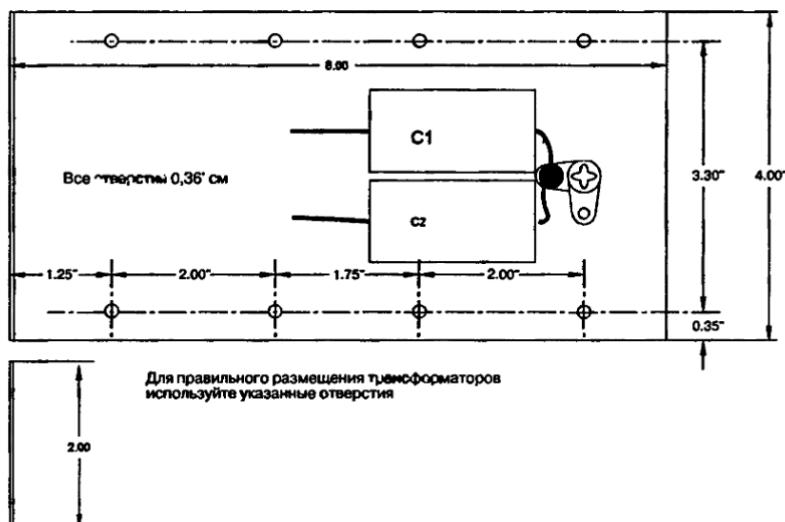
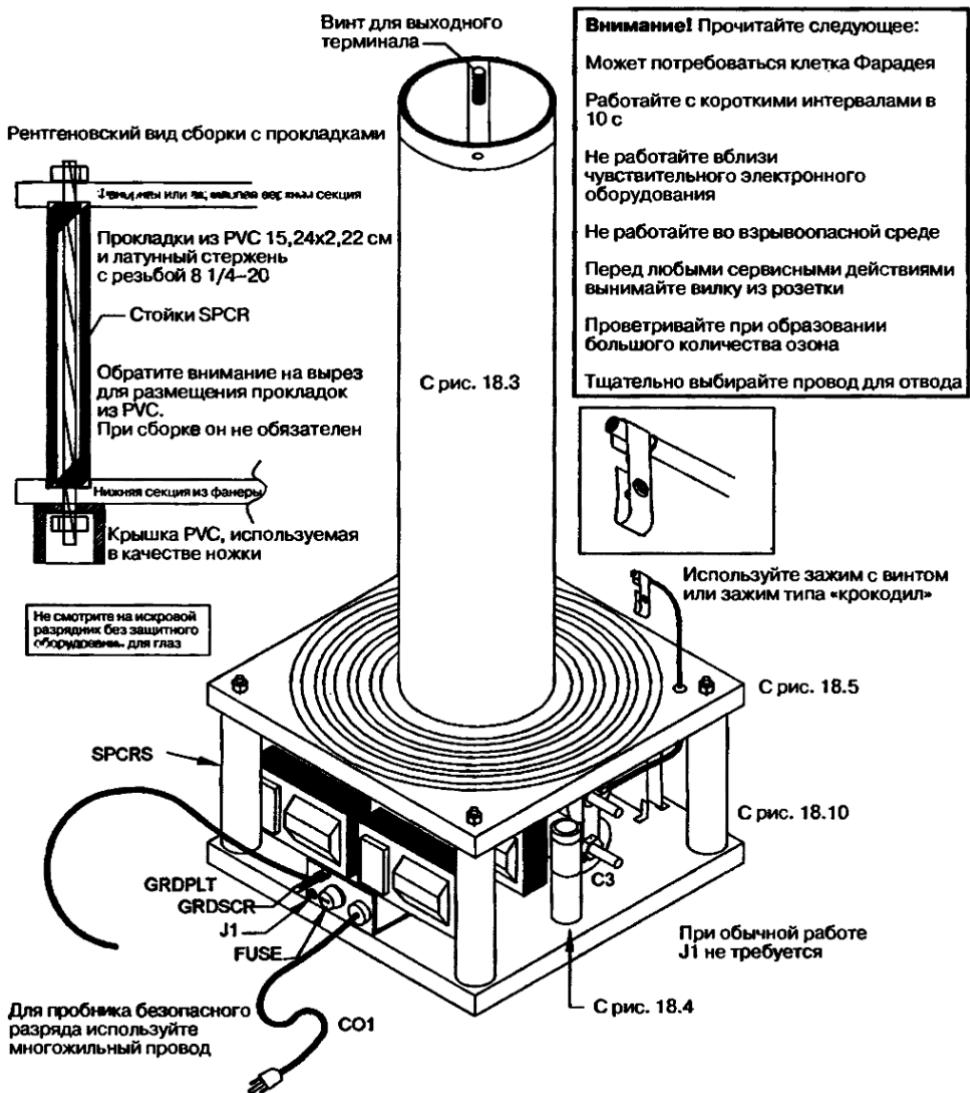

Рис. 18.9. Изготовление BTCFABM и сборка платы заземления GRDPLT
Рис. 18.11. Вид устройства после окончательной сборки в изометрии
7. Изготовьте металлические детали, обозначенные GRDPLT (рис. 18.9). Обратите внимание на отверстия для установки T1, T2, T3 и T4.
9. Присоедините детали к скобе GRDPLT (см. рис. 18.9). Обратите внимание на держатель плавкого предохранителя, снятие напряжения с провода, винт заземления GRDSCR и гнездо наблюдения тока, как показано на рис. 18.11. Их расположение не критично, но должно обеспечить достаточное расстояние между точками соединения.
Используйте оставшиеся 120 см провода #14 для изготовления пробника разряда на землю, который должен непосредственно подключаться к плате заземления (см. рис. 18.11). Его можно использовать для получения искр с выхода катушки.